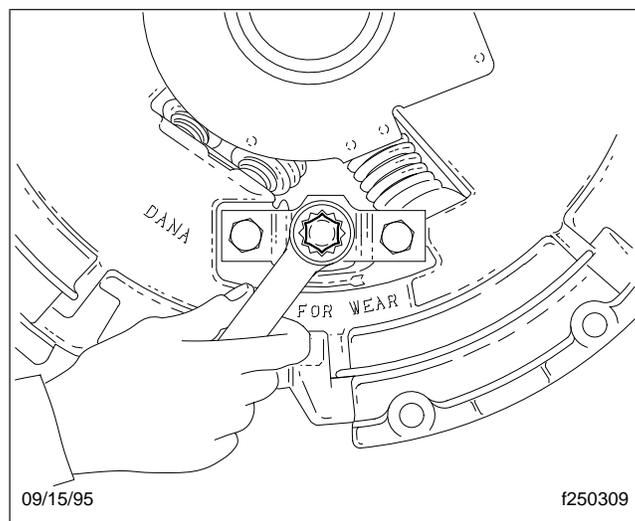

Fig. 11, Réglage avec Kwik-Adjust (montré avec le carter d'embrayage retiré)
6. À l'aide d'une clé polygonale ou à douille de 5/8 po, ajustez l'embrayage depuis le boulon de réglage. Voir la figure 11.